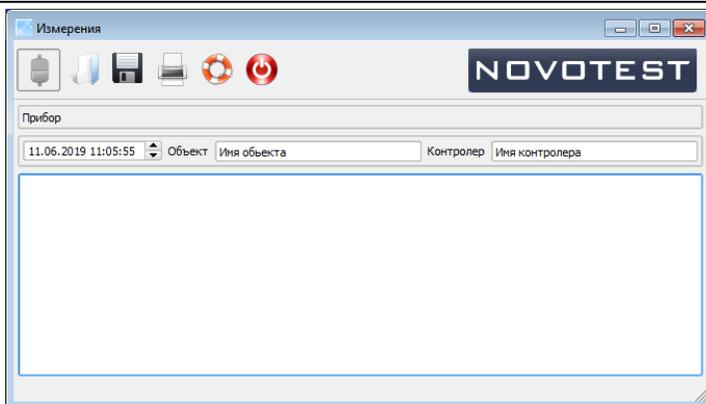

Рисунок 2.16 – Программа «ControlReport»
4. Запустить программу, открыв файл «ControlReport.exe» в папке с программой «ControlReport_RU_new» (рис. 2.16).